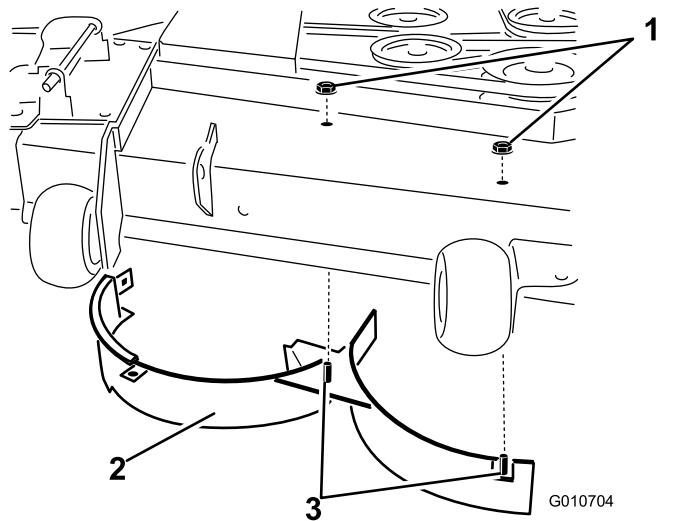

Figura 18
11. Retire las 2 contratuerzas (5/16") que sujetan las clavijas soldadas del deflector derecho a la parte superior de la carcasa del cortacésped en las posiciones centro y centro derecha (Figura 18).
12. Retire el perno de cuello cuadrado y la contratuerca que sujetan el deflector derecho a la parte superior de la carcasa del cortacésped, y retire el deflector derecho de la carcasa del cortacésped (Figura 18).